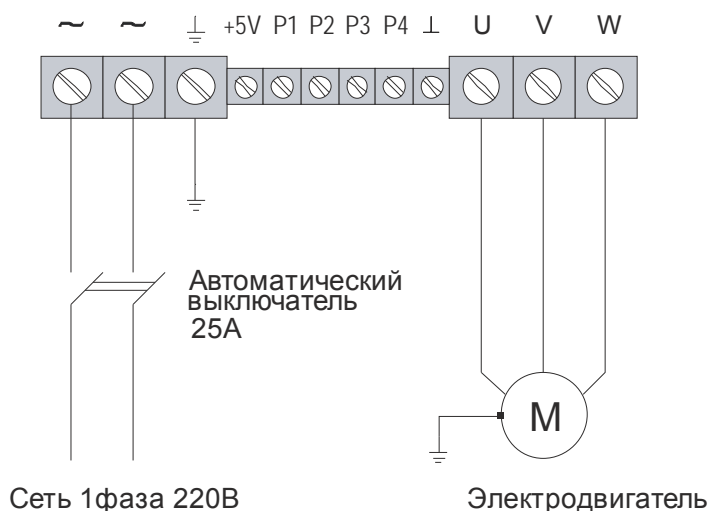

Рис.1 Схема подключения
7.7. Выполните подключение электродвигателя и сетевого питания к блоку питания согласно схеме (рис.1). Если необходимо подключение внешних органов управления, выполните его по одной из схем приведённых в разделе 5 (программирование параметра С4).